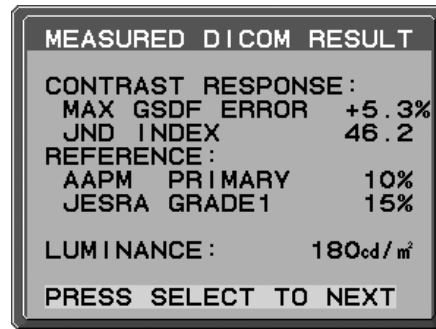

Figure D.2
4. Le message RESULTAT MESURE DICOM s'affiche (**Figure D.2**). Vous pouvez définir la DATE et l'HEURE grâce aux touches de commande. Appuyez ensuite sur SELECT.